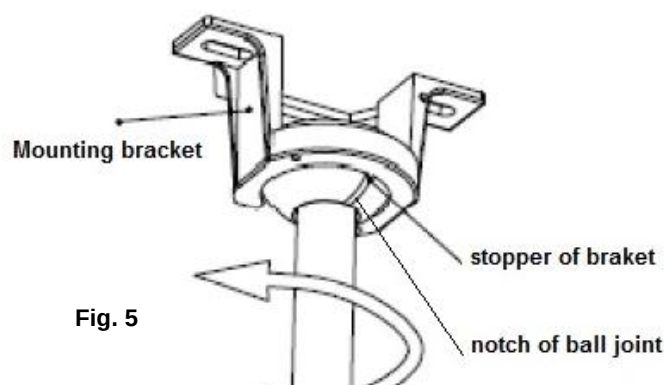

Fig. 5
6. Enlever l'assemblage de ventilateur au support de montage Fig.5.